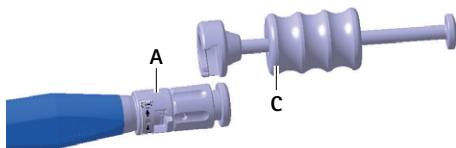

Рис. 5 Монтаж ударного молотка на установочном инструменте
- Смонтировать ударный молоток С на установочном инструменте А, см. Рис. 5.
- ▶ Смонтировать ударный молоток B на установочном инструменте A, см. Рис. 5.